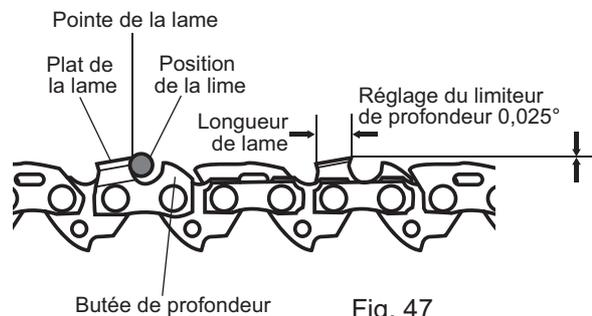

Fig. 47
- > Vérifiez la hauteur des limiteurs de profondeur à l'aide d'un instrument de mesure prévu à cet effet. Ces instruments de mesure sont disponibles dans la plupart des magasins d'outillage. (Fig. 47)